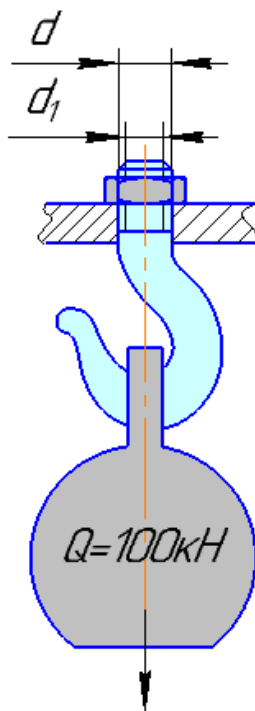

Рисунок 4 – Иллюстрация к кейс-задаче 4
4. Определить оптимальный диаметр резьбовой части хвостовика грузового крюка для силы $Q=100$ кН. Гайку заворачивают, но не затягивают (рисунок 4). Материал крюка подобрать самостоятельно (используя предоставленную справочную литературу) из сталей, прочностные характеристики которых выше стали 30. Предельно-допустимое напряжение при растяжении стали 30 [σ_p] = 125 МПа.